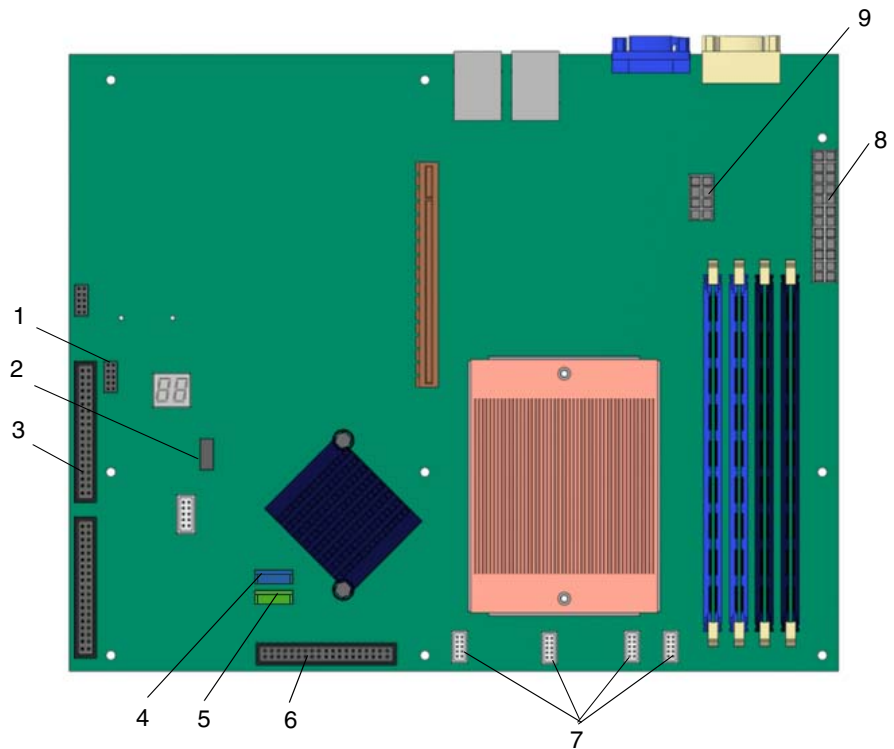
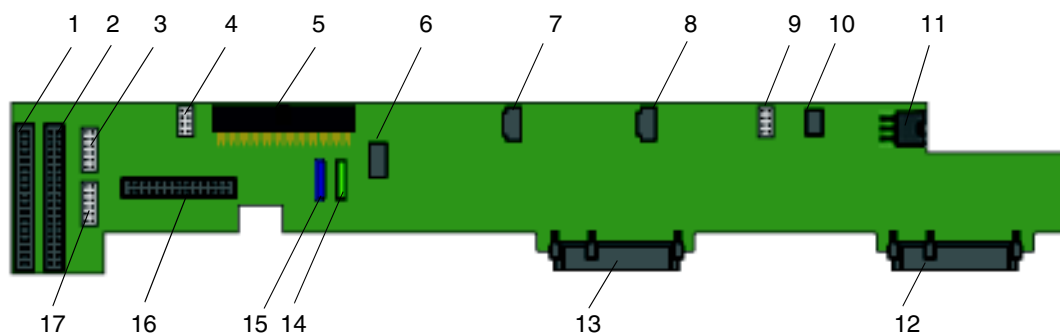

FIGURE 4-36 Connexion sur la carte mère
FIGURE 4-37 Connexions sur la carte d'extension SATA
Consultez la FIGURE 4-36 et la FIGURE 4-37 pour connaître l'emplacement des connecteurs. Vous pouvez également consulter le diagramme de câbles représenté sur l'étiquette attachée au couvercle du système.
- 3. Remplacez tous les câbles à changer. (Cf. FIGURE 4-36 ou FIGURE 4-37.)**